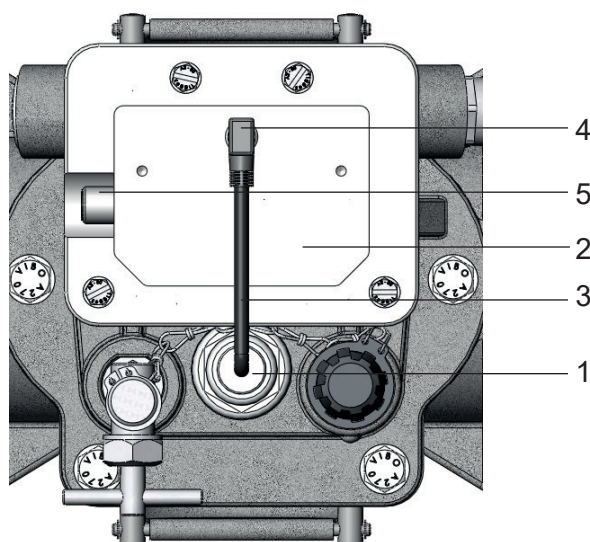

Bild 8 - Kappe des Klemmenkastens
Die Sonde (Bild 8/ Nr. 1) ist in den Deckel des Buchholzrelais montiert. In die Kappe des Klemmenkastens ist die elektronische Verstärker- und Auswerteeinheit (Bild 8/ Nr. 2) integriert. Beide Teile sind im Auslieferungszustand durch das Kabel (Bild 8/ Nr. 3) und den LS-Stecker (Bild 8/ Nr. 4) miteinander verbunden. Die DC 24 V Betriebsspannungsversorgung sowie die Signalweitergabe erfolgt über den Verstärkerausgang (Bild 8/ Nr. 5).
- In den Stecker M12 des Verstärkerausganges (Bild 8/ Nr. 5) ist das 4-Leiter-Kabel mit angegossener Winkelbuchse M12 zu stecken.